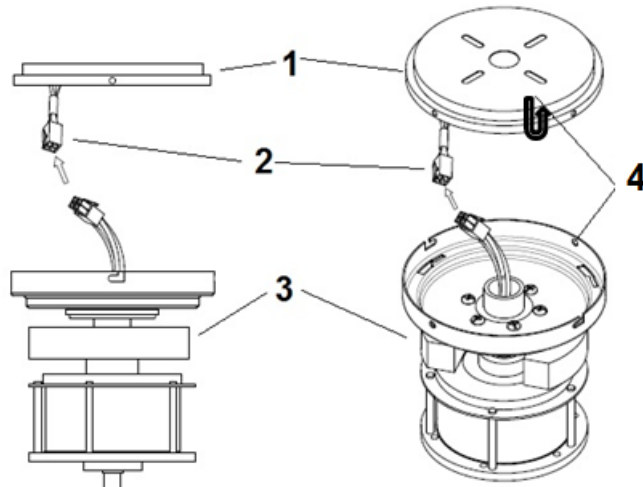

Fig. 3
- Ανασηκώστε το σώμα του ανεμιστήρα (1) και επιτρέψτε το άγκιστρο/γάτζο τύπου-J του βραχίονα (4) να περάσει από την οπή του δίσκου συγκράτησης κρεμώντας το σώμα του ανεμιστήρα (3). Δείτε Fig. 3
- Συνδέστε τον ηλεκτρικό σύνδεσμο (2). Fig. 3